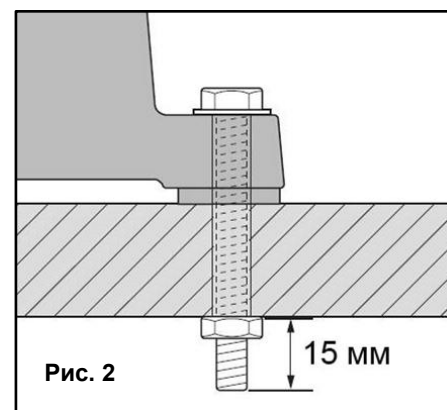

Рис. 2
- Поместите станок на верстак, вставьте болт М6 с шайбой в крепежные отверстия. Убедитесь, что каждый болт выступает как минимум на 15 мм от столешницы верстака (См. Рис. 2).